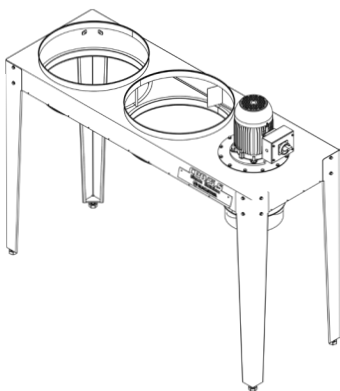

figura 3
3. Com a ajuda de mais uma pessoa, gire o coletor de pó para a posição correta, ajustando os pés do equipamento, alinhando conforme o necessário (**figura 3 e 4**):